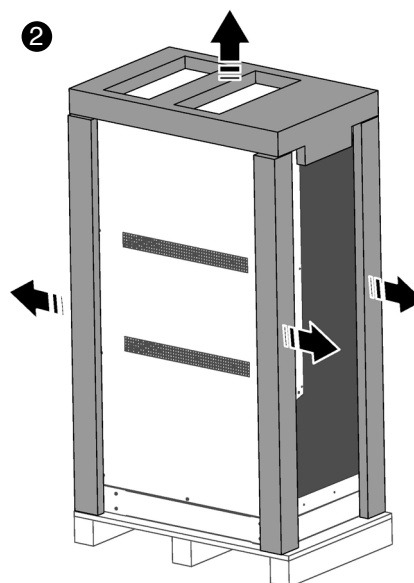

Fig. 29. Retrait des cantonnières et du couvercle en plastique.
Les Fig. 21 à Fig. 29 représentent à titre d'exemple les illustrations correspondantes à l'armoire ASI de 30 kVA ou 40 kVA.
- ❷ Retirez les cantonnières et le couvercle en plastique (Fig. 29).